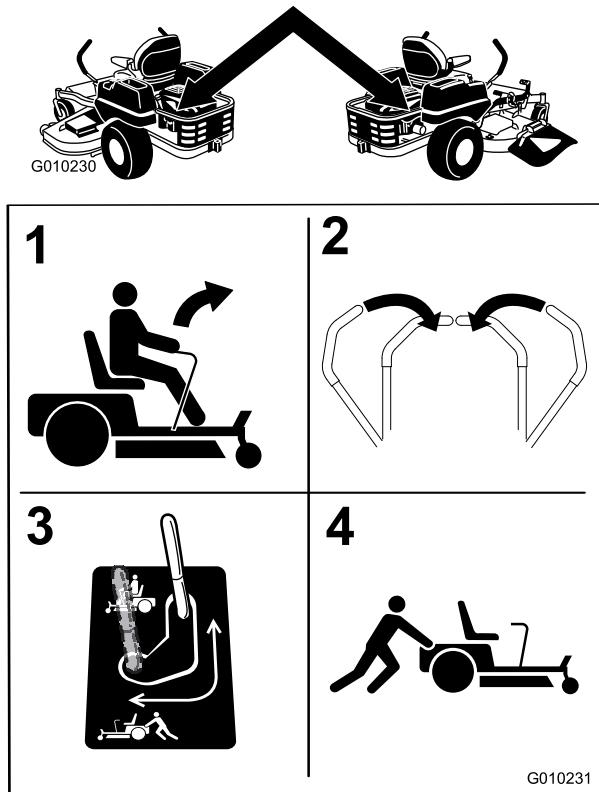

Figura 31
4. Spostate le leve by-pass indietro e poi verso il basso per bloccarle in posizione come riportato nella Figura 31 per disinserire i motori della ruota. Ripetete l'operazione su ciascun lato della macchina.
Spostate le leve by-pass nella posizione che consente di spingere la macchina (Figura 31) per innestare i motori delle ruote.